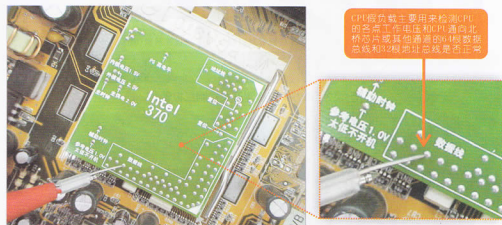

图1-31 CPU假负载测试CPU插座是否正常
③ CPU假负载 由于CPU多采用针脚插入的方式安装在主板的CPU插座中,检测不到引脚。而使用CPU假负载就可以直接将其置于CPU插座中,就可以通过CPU假负载上的测试点,对CPU插座的主要引脚电压进行测量,如图1-31所示。